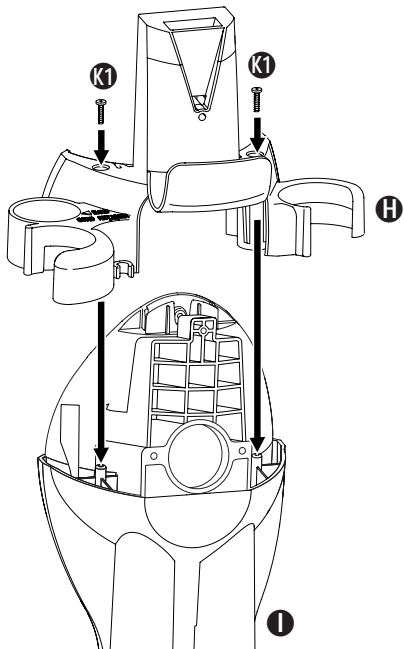

FIG. 2
**Step 2:** (FIG. 2) Attach the tool caddy **H** to the top of the rear housing **1** by sliding it onto the housing, and then attach using the 2 short screws **K1** provided.
**Étape 2.** (FIG. 2) Fixez le porte-accessoires **H** à la partie supérieure du boîtier arrière **1** en le glissant sur le boîtier. Alignez les trous de vis, puis vissez avec 2 vis courtes **K1** fournies avec l'appareil.
**Paso 2.** (FIG. 2) Instale el portaaccesorios **H** en la parte superior del alojamiento trasero **1** deslizándolo sobre el mismo. Alinee los agujeros de los tornillos y fije las piezas usando los 2 tornillos cortos **K1** proporcionados.